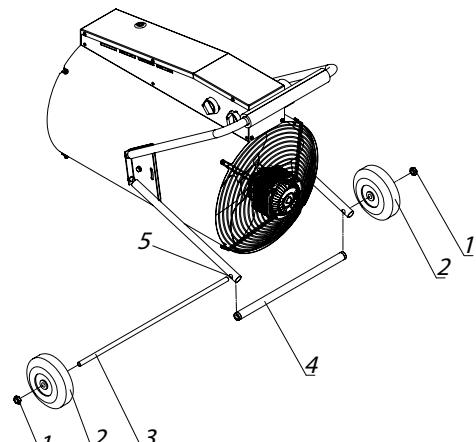

Рис. 3
Продеть ось (3) через отверстие в опоре (5) и декоративную трубку (4). Установить колеса (2) на ось (3) и закрутить самоконтрящиеся гайки M10 (2 шт.) (1) (Рис. 3).